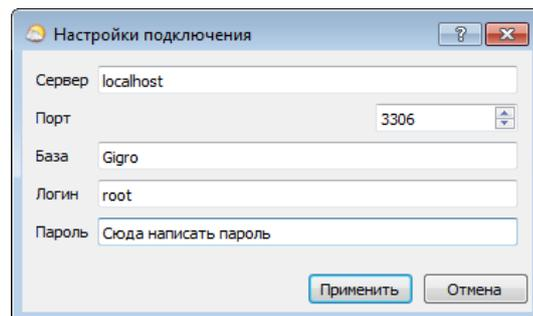

Рисунок 3 – Окно Настройки подключения
3) При первом запуске программы необходимо задать настройки подключения к серверу БД (рисунок 3):